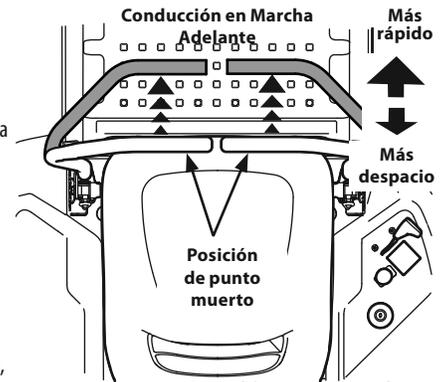

Figura 20
1. Mueva las palancas de control de la transmisión de forma lenta y pareja hacia adelante. El tractor comenzará a desplazarse hacia adelante. Consulte la Figura 20.